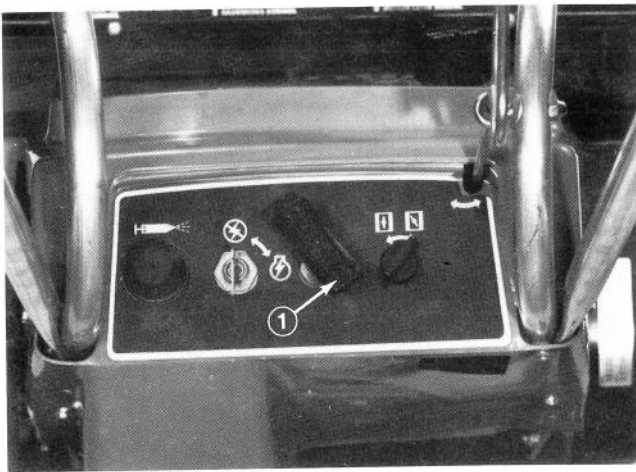

Abb. 5
1. Tupper (Abb. 5) — Den Tupper betätigen, damit eine kleine Menge Kraftstoff aus dem Vergaser in den Zylinder eingespritzt wird, wodurch der Motor bei tiefen Temperaturen leichter anspringt. **BEI WARMEM MOTOR DEN TUPPER NICHT BETÄTIGEN.**
2. Choke (Abb. 5) — Zum Starten des Motors den Choke nach rechts drehen. Dadurch wird weniger Luft in den Vergaser angesaugt, so dass der Motor ein reiches Benzingemisch erhält und leichter anspringt.
3. Zündschloss (Abb. 5) — Der Schalter hat die Stellung "Zündung an" und "Hauptstrom aus". Den Zündschlüssel auf "Zündung an" drehen, dann kann der Motor durch Ziehen am Starterseil
4. Rücklaufstarter (Abb. 5) — Zum Starten des Motors das Starterseil kräftig herausziehen.
5. Auswurfverstellung (Abb. 5) — Durch Drehen am Griff kann die Schneeauswurfrichtung bestimmt werden, d.h. nach rechts, nach links oder nach vorn.